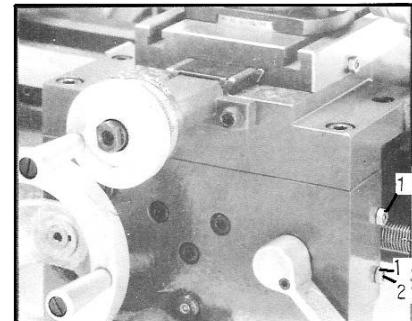

**Fig 28**
Lösen Sie den Gewindestift (1, Fig 28). Die Mutter (2) nachstellen bis die Spindel in der axialen Richtung kein Spiel mehr aufweist.